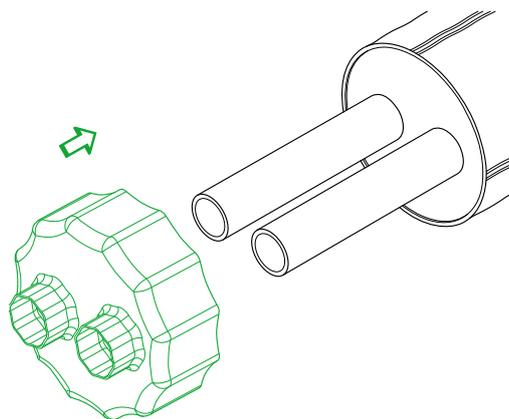

Рис. 4.6.1
1. Надеть концевой предохранитель на подготовленный к монтажу конец трубы (рис. 4.6.1).